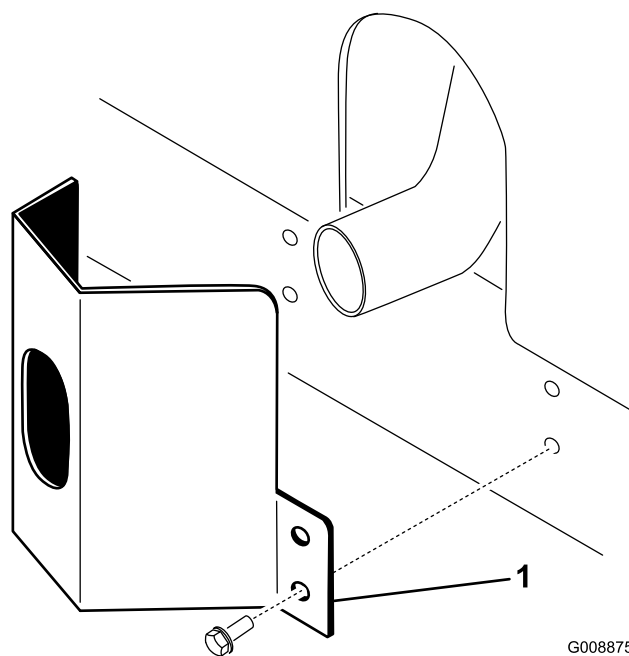

図 11
1. フレームについている取り付け穴に合わせてマフラー部にガードを取り付ける (図 11)。
2. タップ・ネジ 4 本で固定する (図 11)。